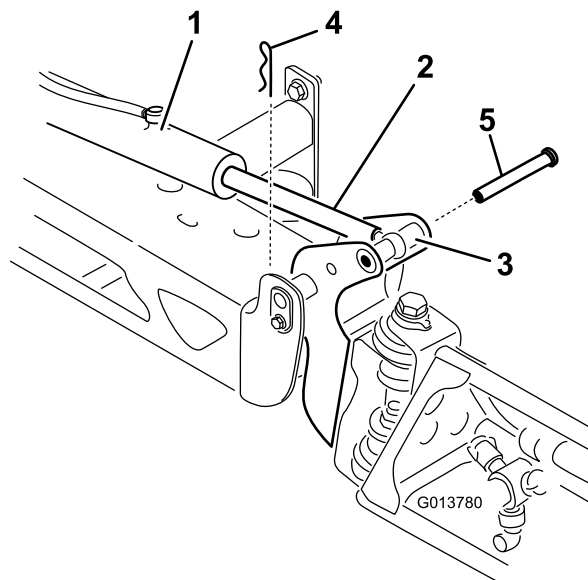

图 74
2. 从枢轴销上拆下发卡销 图 74。
3. 向上提起喷洒臂段拆下柱销然后将喷洒臂段慢慢放到地面上 图 74。
7. 支撑住喷洒臂段将柱销插入喷洒臂段枢轴和提升器杆 图 74。